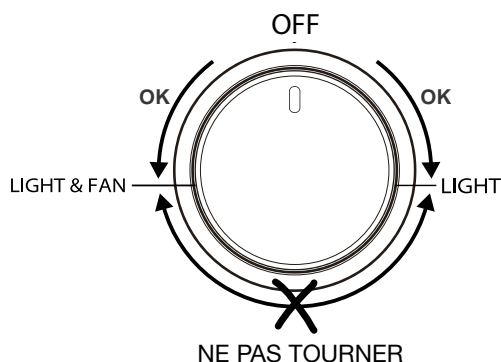

Fig. 3.2
La lampe du four et le moteur de ventilateur sont contrôlés par un bouton d'interrupteur situé sur le tableau de commande (fig. 3.2). Pour allumer la lampe du four, tournez le bouton dans le sens antihoraire à la position LIGHT.
- Lors de l'allumage du brûleur du four, le moteur de ventilateur doit être à la position d'arrêt (bouton de commande de la lampe et du ventilateur à la position OFF – Fig. 3.2).